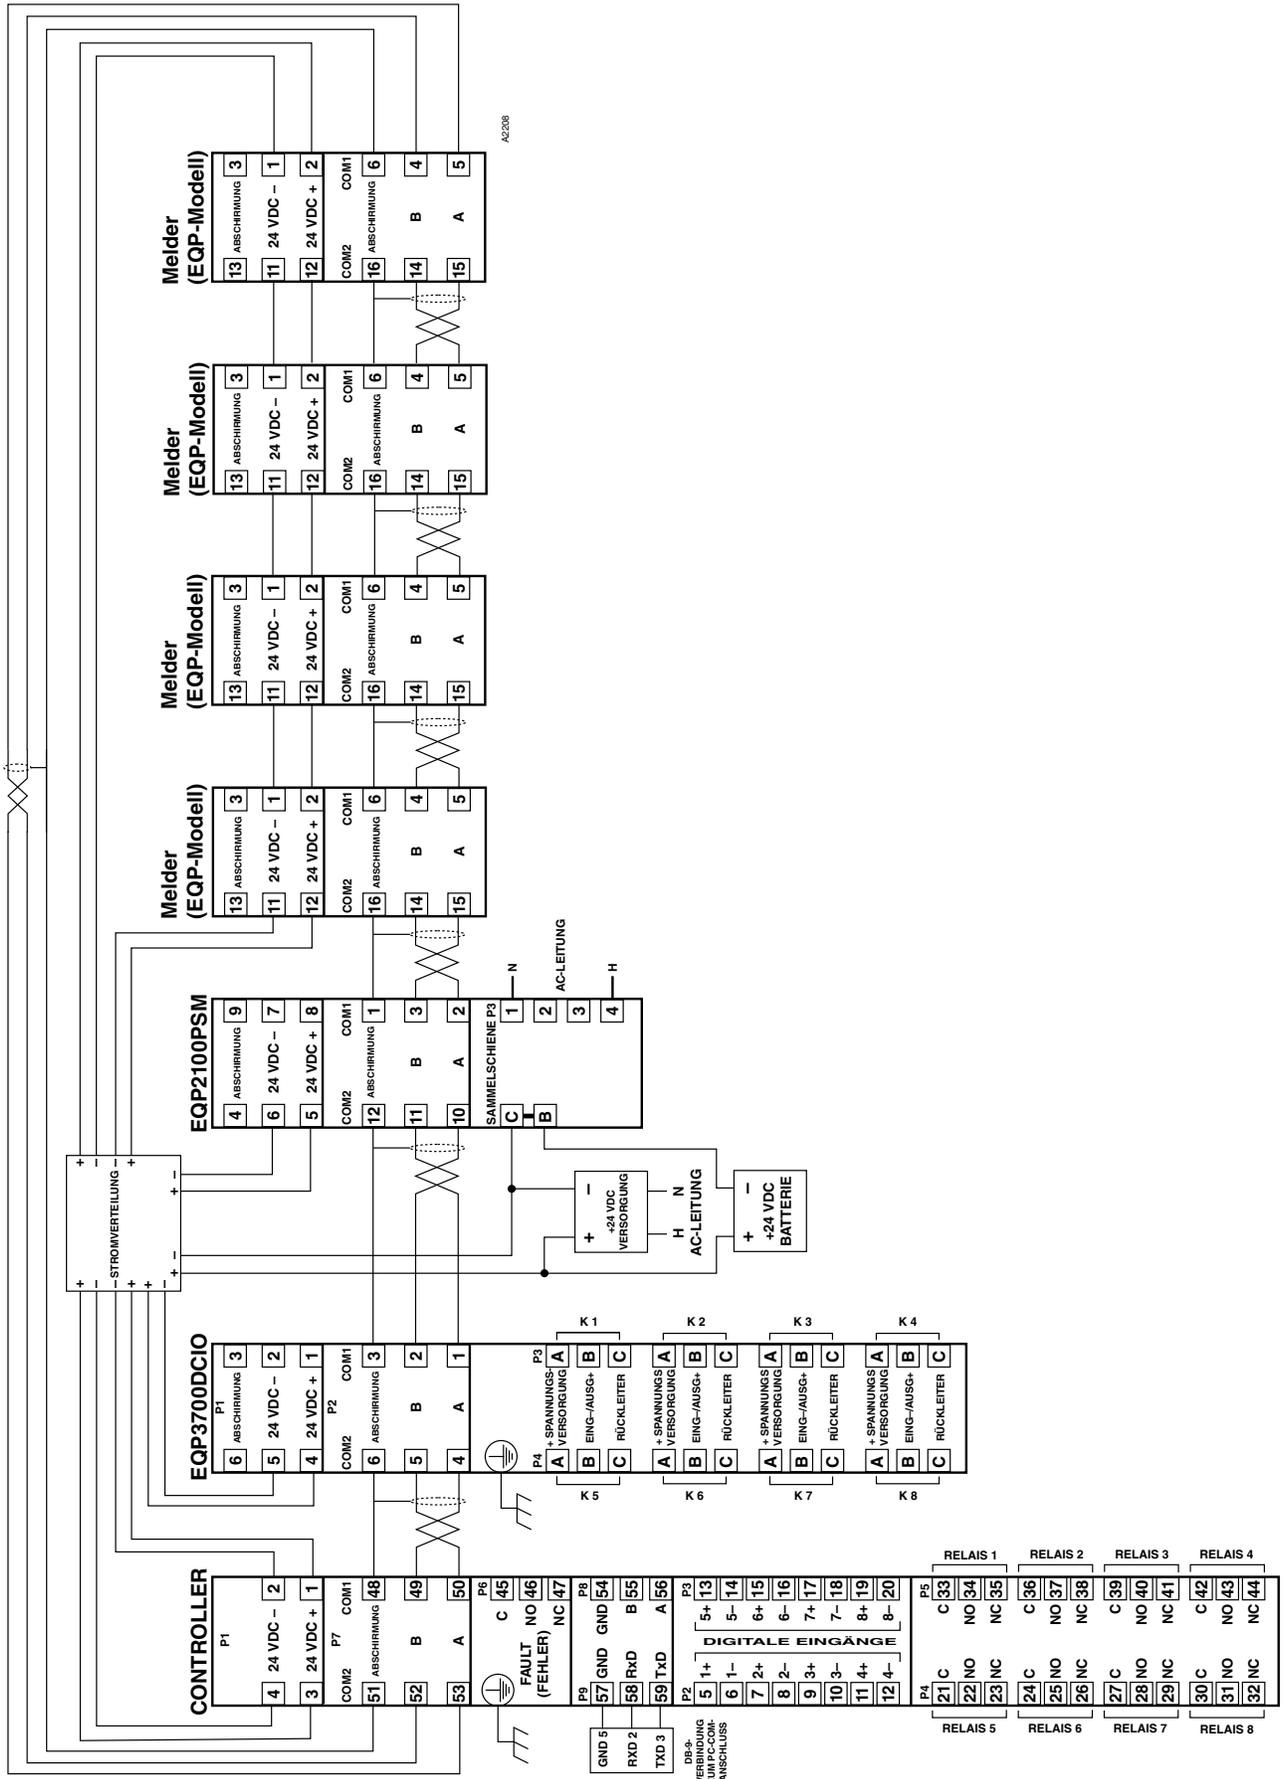

Abbildung 14 – Klemmleiste (EQP-Modell)
1. Schließen Sie die externen Leitungen an die entsprechenden Klemmen im Klemmenkasten des Geräts an, siehe Abbildung 14. Abbildung 15 zeigt die Klemmenkennzeichnung.